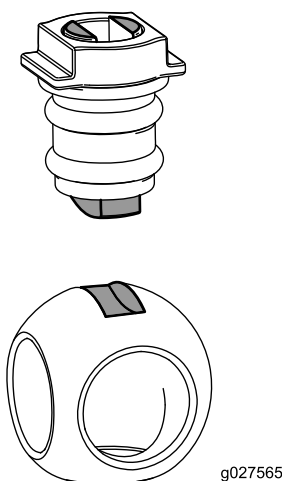

Figura 142
6. Inserite la sfera sul corpo della valvola (Figura 142).
Nota: Lo stelo della valvola deve inserirsi nella scanalatura di azionamento della sfera. Se lo stelo della valvola non si inserisce, regolate la posizione della sfera (Figura 142).